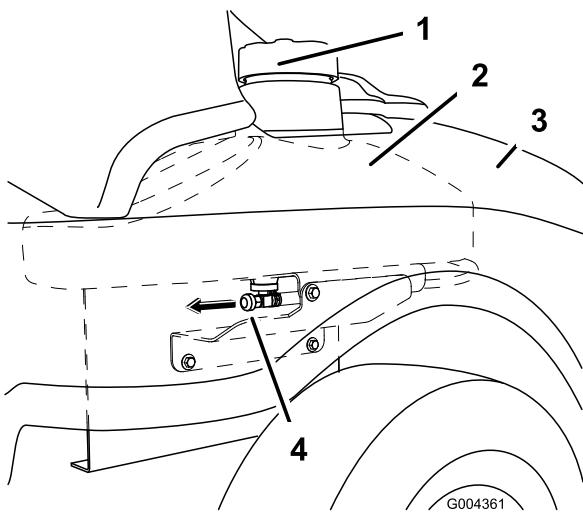

Figura 40
3. Feche a válvula de corte de combustível que se encontra por baixo da parte da frente do depósito de combustível (Figura 40).
7. Abra a válvula de bloqueio do combustível. Deixe o combustível drenar para uma lata ou recipiente de combustível (Figura 40).